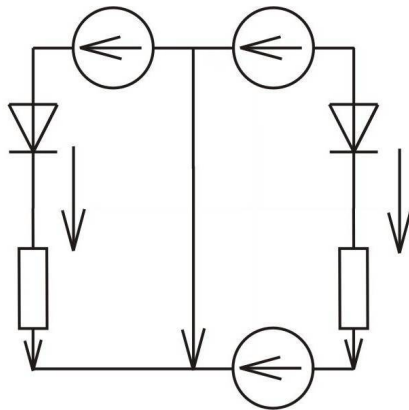
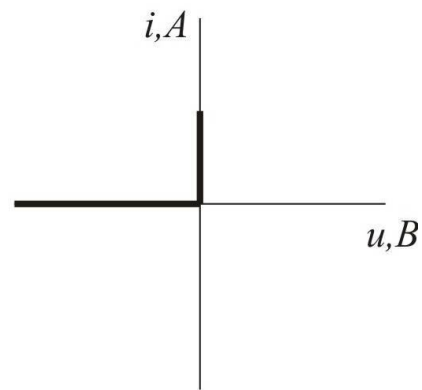

Рис. 4.1
Рис. 4.2
4. Схема рис. 4.1 имеет активные сопротивления R_1, R_2 , два идеальных диода, вольт-амперные характеристики которых и изображены на рис. 4.2, два источника синусоидальной ЭДС: $e_1(t)=E_m \sin \omega t$ и $e_2(t)=nE_m \sin \omega t$ (где n – численный коэффициент) и источник постоянной ЭДС E_0 . Значения E_m, E_0, R_1, R_2 и n величины тока и напряжения, которые необходимо определить, даны в таблице: